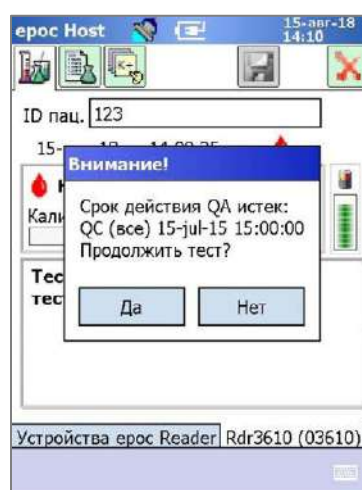

Рис. 58.
- При установке пользователем тест-карты появляется всплывающее сообщение с запросом на дальнейшее выполнение анализа (рис. 58).